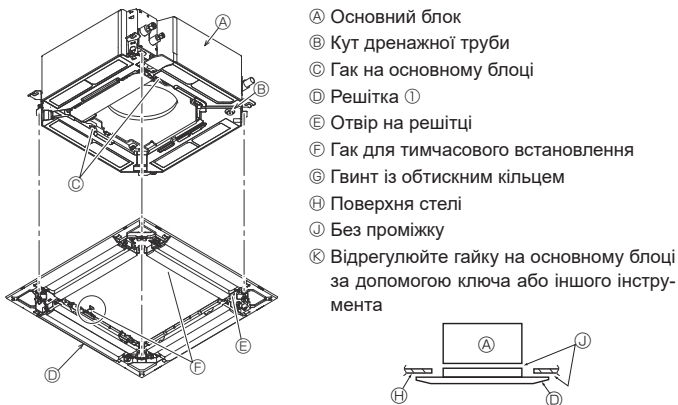

Fig. 9-6
- Ф Гвинт ③
- Г Кутова панель датчика i-see ④
9.4.2. Тимчасове встановлення решітки (Fig. 9-6)
- Зафіксуйте решітку на основному блоці, затягнувши попередньо встановлені гвинти. (Fig. 9-6)
Переконайтеся, що між основним блоком і решіткою або між решіткою та поверхнею стелі відсутні щілини. (Fig. 9-6)